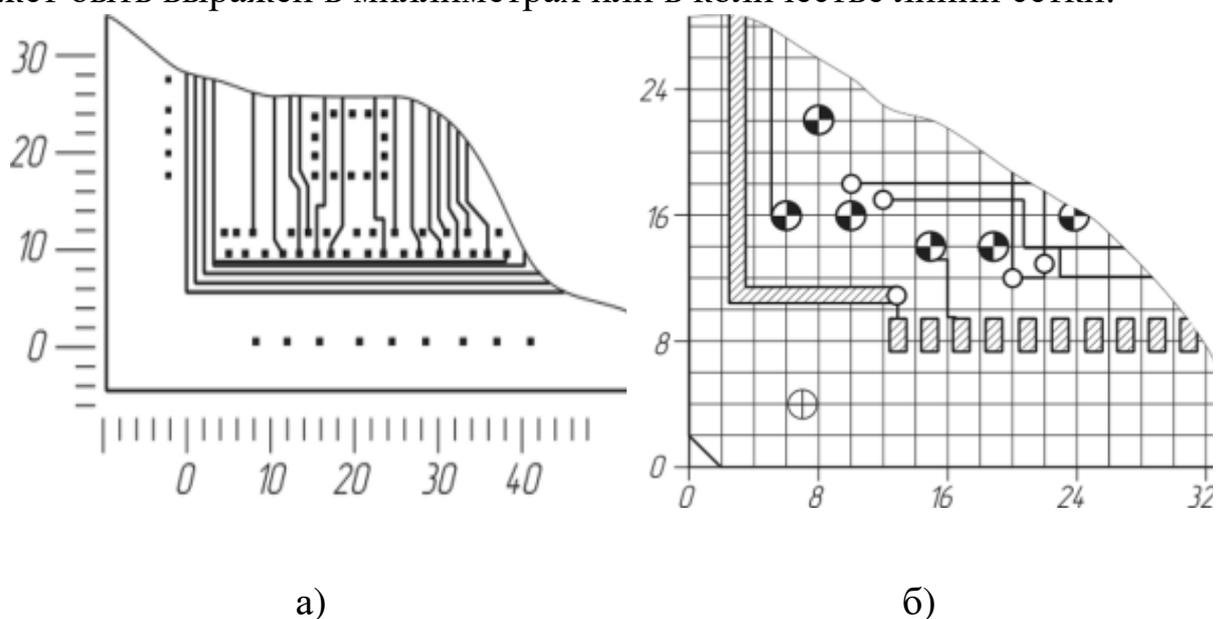

Рис. 13. Нанесение размеров с помощью координатной сетки: в миллиметрах (а) и количеством линий сетки (б)
При нанесении размеров с помощью координатной сетки линии сетки должны нумероваться. Шаг нумерации определяется конструктивно с учетом насыщенности и масштаба изображения (рис. 13) и может быть выражен в миллиметрах или в количестве линий сетки.
Координатную сетку в зависимости от способа выполнения документации следует наносить на все поле чертежа (рис. 13) или на часть поверхности печатной платы, или рисками по периметру контура печатной платы (рис. 12а). Допускается риски наносить по периметру контура печатной платы (рис. 12а) или на некотором расстоянии от него [10].
- левый или правый нижний угол печатной платы (рис. 13а);
- левую или правую нижнюю точку, образованную линиями построения (рис. 13б).